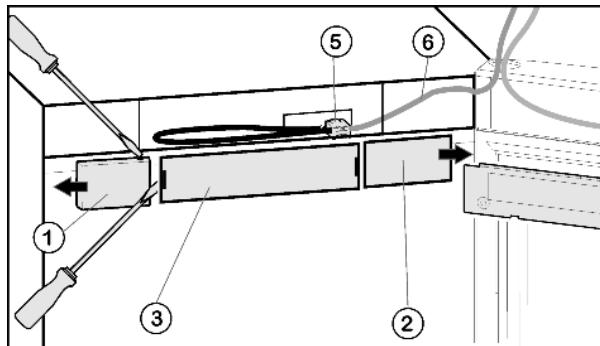

Fig. 4
- Снимите крышку со стороны ручки Fig. 4 (1); справа выведите из фиксатора при помощи плоской отвёртки и сдвиньте наружу.
- Снимите крышку со стороны шарнира Fig. 4 (2); слева выведите из фиксатора при помощи плоской отвёртки и сдвиньте наружу.
- Снимите переднюю накладку Fig. 4 (3) с помощью плоской отвертки.
- Снимите контакт и извлеките разъём Fig. 4 (5).
- Высвободите из направляющей серый кабель Fig. 4 (6).
- Снова установите разъем Fig. 4 (5).
- Снова установите крышку Fig. 4 (3).
- Установите крышку Fig. 4 (2) снаружи со стороны шарнира с поворотом на 180° и защелкните ее.
- Установите крышку Fig. 4 (1) снаружи со стороны шарнира с поворотом на 180° и защелкните ее.